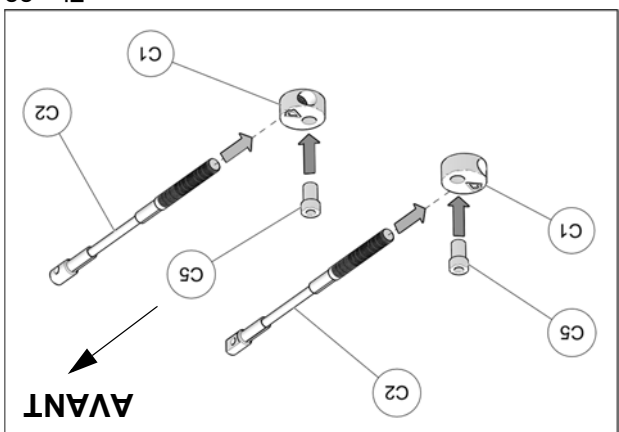

Fig. 22
10. Assembler les câbles des limiteurs de conduite (C2), les disques en aluminium (C1) et les bagues espacateurs (C5) tel que montré à la Fig. 22